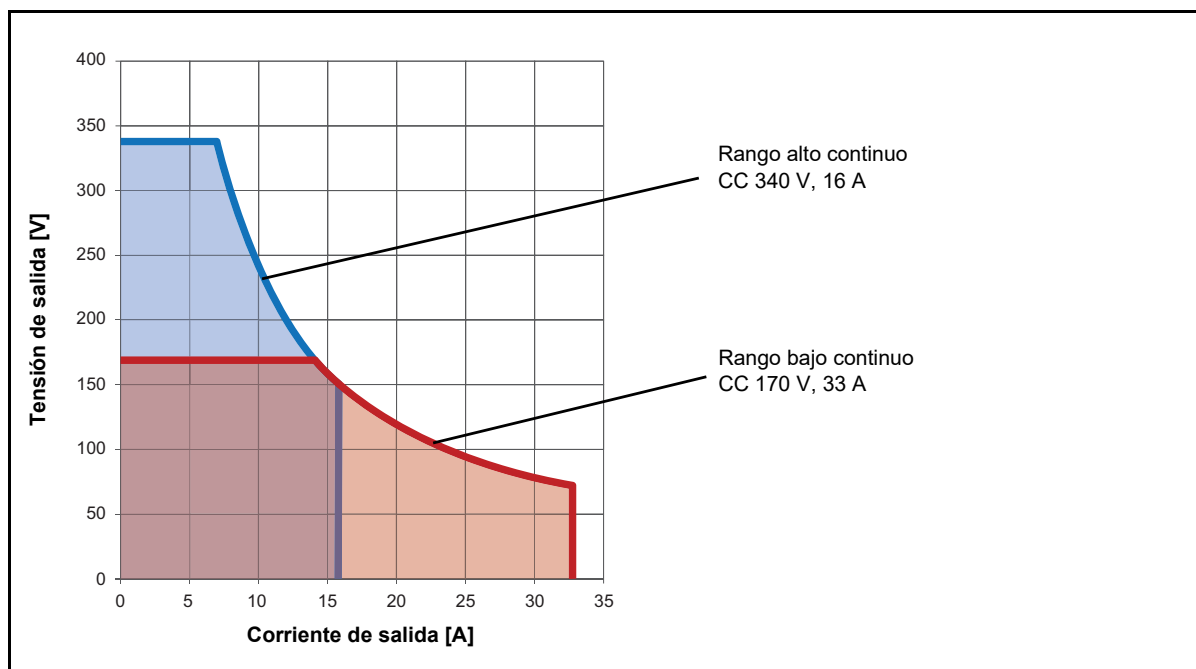

Figura 15-1: Rango de funcionamiento permitido 1 x CC 340 V 16 A
2. Véase Figura 15-1: "Rango de funcionamiento permitido 1 x CC 340 V 16 A" en la página 222